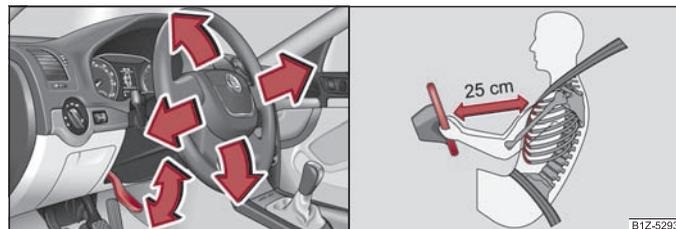

Fig. 3 Volant réglable: Manette sur la colonne de direction / bonne distance du conducteur par rapport au volant
- Tirez la manette sous la colonne de direction vers le bas ⇒ fig. 3 - à gauche.
- **Ajustez le volant de façon que l'écart entre le volant et le buste soit de 25 cm au moins ⇒ fig. 3 - à droite. Les airbags ne peuvent pas vous protéger si vous en êtes plus près - danger mortel!**